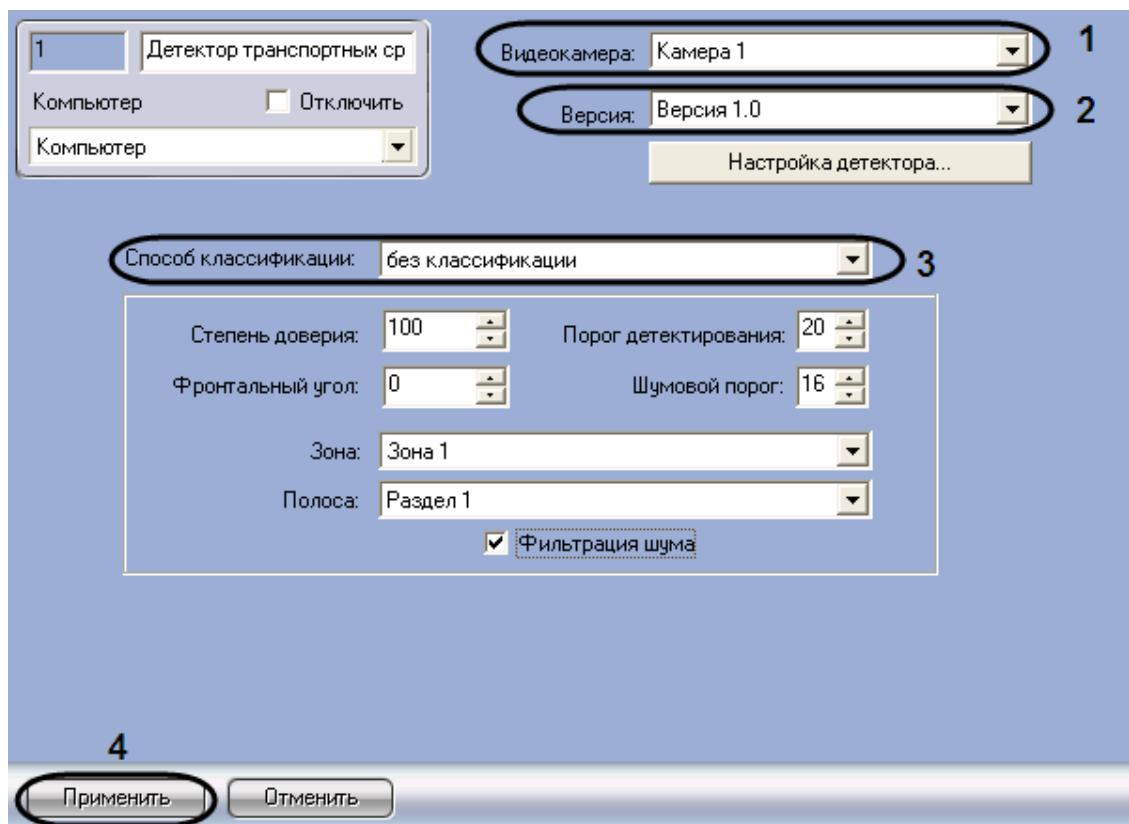

Рис. 7.6—2. Задание параметров детектора транспортных средств
- Перейти на панель настройки объекта «Детектор транспортных средств» (см. Рис. 7.6—2)
2. Из раскрывающегося списка «Видеокамера» выбрать объект «Камера», соответствующий видеокамере детектора транспортных средств (см. Рис. 7.6—2, 1)
3. Из раскрывающегося списка «Версия» выбрать требуемую версию детектора (см. Рис. 7.6—2, 2)
4. Из раскрывающегося списка «Способ классификации» выбрать требуемый способ классификации детектируемых транспортных средств для занесения информации в базу данных процессора транспортного потока (см. Рис. 7.6—2, 3)